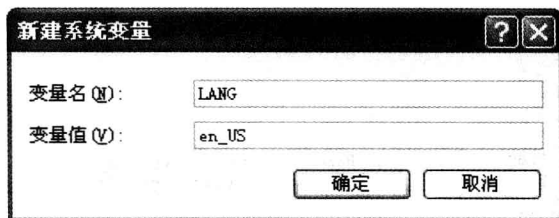

图 1.5 系统变量赋值
④ 输入变量名 LANG，变量值文本框中的内容决定了语言的种类，英文变量值为 en_US 或 en_GB，德文变量值为 de_DE、de_CH 或 de_AT，如图 1.5 所示。
⑤ 单击“确定”按钮后即可生效，重新启动 EAGLE 时，软件就会显示指定语言的界面。